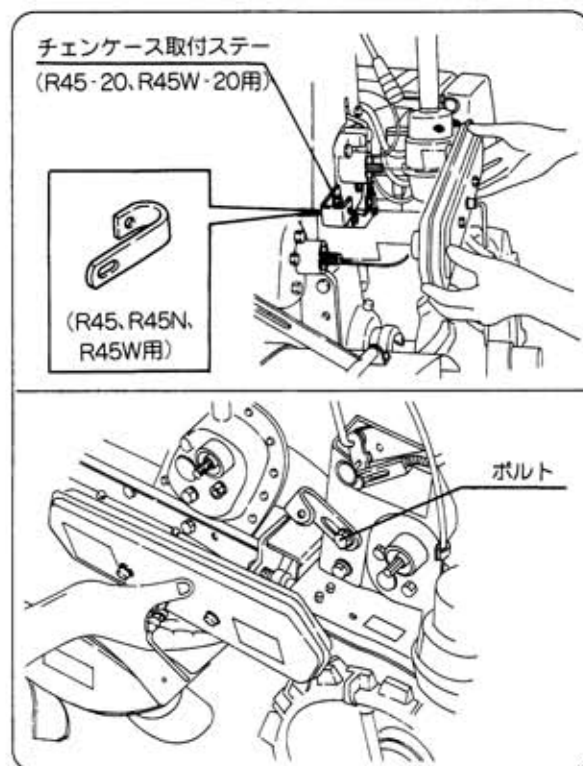

図3
① 本機（ティラー）のボルトを取外し、チェンケース取付ステーが軽く動く程度に取付けます。（図3）